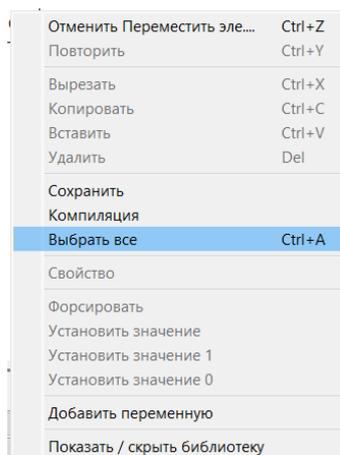

Рисунок 2.15 Команда «Выбрать все»
**[Выбрать все]:** Выделение всего содержимого в области редактирования (рисунок 2.15).